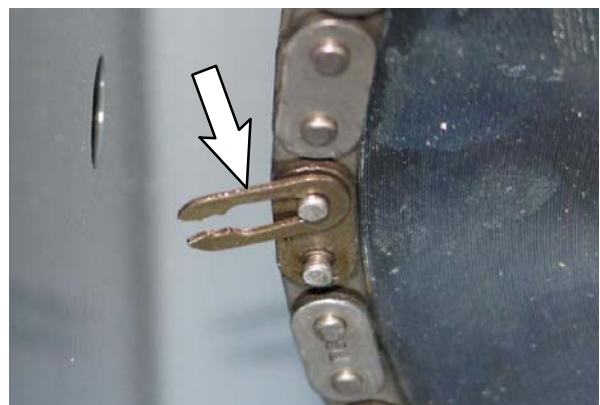

FIG. 16
18. Retirez le maillon de fermeture de la chaîne. (Figure 16)